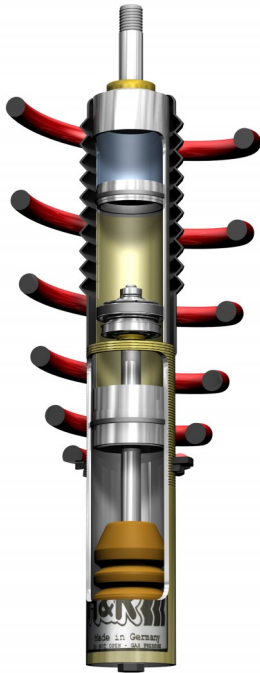

Abb. 1/ Fig. 1
- Der **Anschlagpuffer** ist bereits im Vorderachsbein verbaut. Der Serienpuffer darf nicht wiederverwendet werden. (Abb. 1)
- The **bump rubber** is fitted within the coil over front strut. Do not reuse the OE bump rubber. (Fig.. 1)